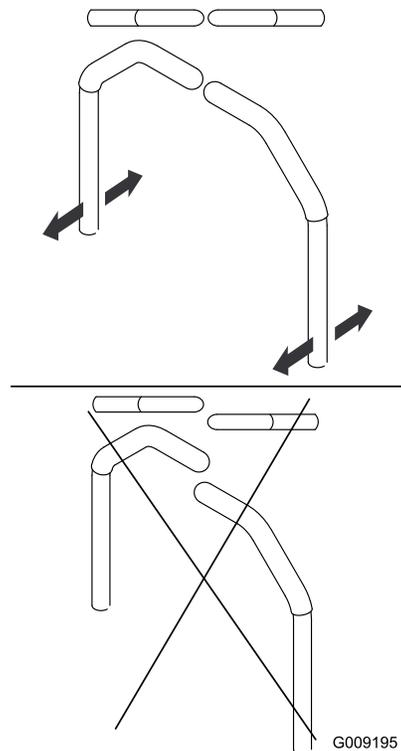

Figure 51
9. Réglez l'alignement avant/arrière des leviers en les plaçant simultanément à la position POINT MORT, puis faites-les coulisser jusqu'à ce qu'ils soient alignés et resserrez les boulons (Figure 51).